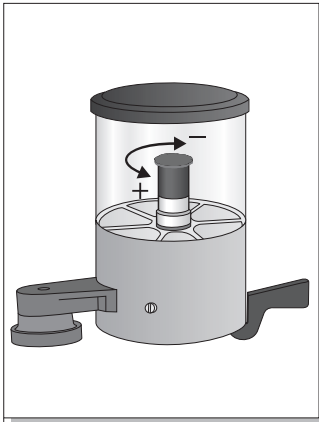

Fig.5
- 6-5 **Einstellung der Dosiermenge (Abb. 5):** Den Stift im Dosierer in Uhrzeigerrichtung (kleinere Dosis) oder entgegengesetzt der Uhrzeigerrichtung (größere Dosis) drehen.